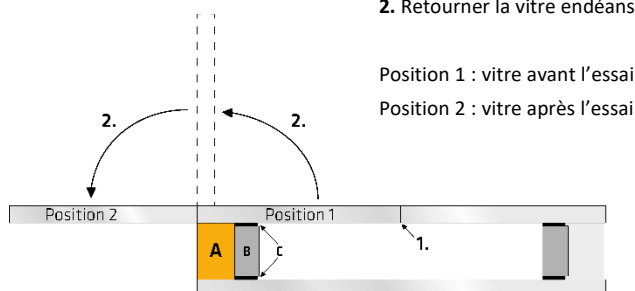

Figure 29 : test du livre
1. Munir les échantillons en verre et/ou en métal (matériaux d'origine comme spécifié dans le projet) de l'écarteur en téflon [8] et - si nécessaire - d'espaceurs (figure 28, figure 29) afin d'obtenir les dimensions de joint requises de 12 x 12 x 50 mm.